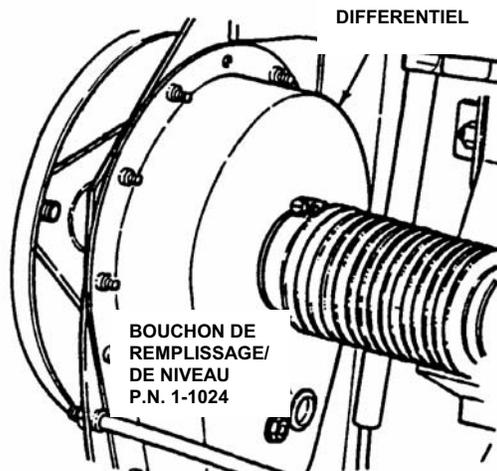

FIGURE 3.9
2. Vérifiez la lubrification en retirant le bouchon de remplissage/de niveau et en regardant le lubrifiant sur les parties internes du différentiel. Si vous ne voyez pas de lubrifiant sur les parties internes du différentiel, ajoutez tant que nécessaire de l'huile SNAPPER - transmission. Voir la figure 3.9.